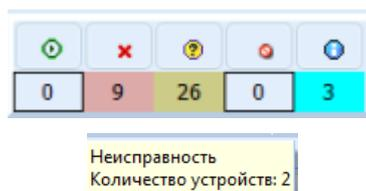

Рисунок 21.6
- **Список состояний, общих для всех подсистем.** Отображает количество устройств, находящихся в состояниях «Включено», «Неисправность», «Отключение», «Информация» (Рисунок 21.6) (См. Таблица 2). Состояния устройств описаны в Таблице 2. Если подвести курсор к ячейке, окрашенной в цвет состояния устройства, то всплывет подсказка с названием состояния и количеством устройств. Если щелкнуть мышкой по ячейке с состоянием, то откроется список устройств, находящихся в данном состоянии.